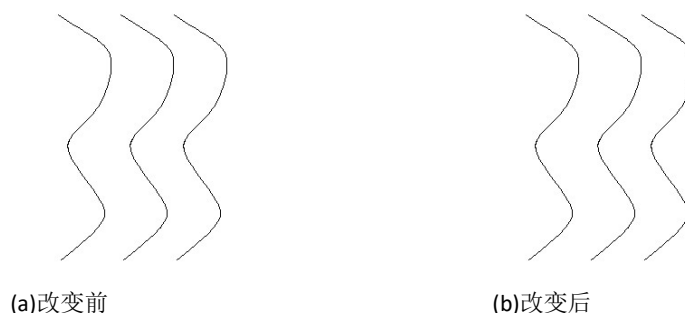

图 6-14 样条曲线变拟合型多线
4、转换为多段线：若要把样条曲线转换成曲线型多段线，可在命令行输入“P”回车，再输入“N”回车，系统自动把样条曲线拟合成多线，如图 6-14 所示。